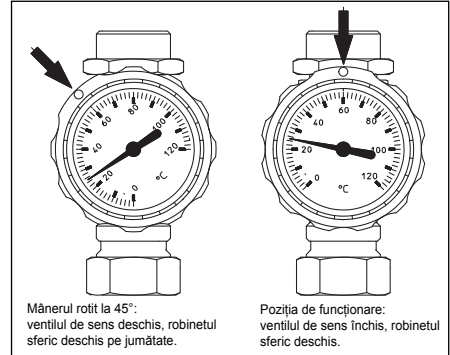

Fig. 30: Robinetul sferic
1. Racordați furtunul de presiune al stației de umplere „Regusol” (nu este inclusă la livrare) la racordul (1).
2. Racordați furtunul de spălare la racordul (7).
3. Deschideți ventilul de sens de pe robinetul sferic (4). Pentru aceasta, manevrați mânerul în sens invers acelor de ceasornic, la 45° (vezi fig. 30).
4. Închideți robinetul sferic (5). Pentru aceasta, rotiți mânerul în sens invers acelor de ceasornic, la 90°.
5. Deschideți robinetul de umplere și golire (1) și robinetul sferic de la ventilul de sens (6) (mânerul paralel cu conducta).
7. Aerisiți prin spălare porțiunea rămasă prin deschiderea scurtă, ușoară a robinetului sferic (5) la 45°.
8. Închideți robinetul sferic de la grupul de siguranță (6) (mânerul perpendicular pe conductă).
10. Închideți robinetul de umplere și golire (1) (mânerul perpendicular pe conductă).
11. Manevrați ventilul de sens de pe robinetul sferic (4) în poziția de funcționare (vezi fig. 30).
12. Deschideți robinetul sferic (5).